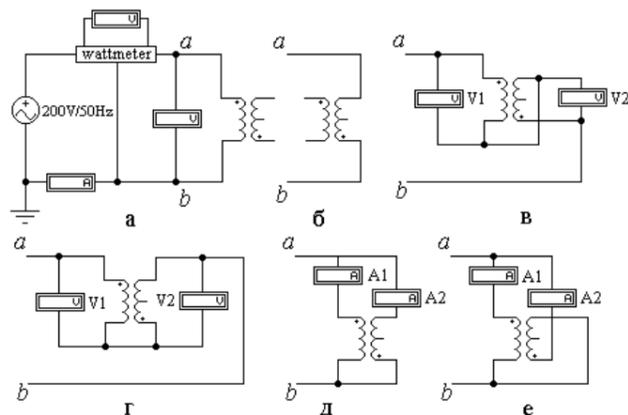

Рис. 4.1
В работе используется электрическая цепь, схема которой показана на рис. 4.1. По ходу работы в схеме изменяется ее правая часть (между точками *a* и *b*). Левая же часть, содержащая источник и приборы, остается неизменной. В их число входит и блок **wattmeter**, который играет роль ваттметра (показания вольтметра, подключенного к его выходным зажимам, в вольтах численно равны активной мощности цепи в ваттах). Напомним, что этот прибор должен работать в режиме **DC**.
В качестве катушек индуктивности используются обмотки линейного трансформатора, параметры которого устанавливаются по указанию преподавателя. Используя показания приборов, с помощью схем рис. 4.1,а и 4.1,б можно определить параметры катушек. А с помощью схем рис. 4.1,в,г и рис. 4.1,д,е – соответственно параметры их
1. Открыть файл **LW4** и извлечь из поля вспомогательных компонентов **Favorites** (у левого края нижней строки меню) подсхему (**Subcircuit**) **wattmeter**. Собрать остальную часть схемы, показанной на рис. 4.1,а. После сборки схемы необходимо сделать два щелчка левой кнопкой мыши, когда курсор находится на изображении катушек индуктивности, после чего щелкнуть левой кнопкой на **Edit** и задать их параметры в соответствии с номером своего варианта согласно табл. 4.1.
2. Определение параметров каждой из катушек по методу амперметра, вольтметра и ваттметра. С помощью схемы рис.4.1,а
можно определить параметры первой катушки. А для определения параметров второй катушки нужно подключить ее выводы к зажимам *ab* левой части схемы вместо выводов первой (рис. 4.1,б). Показания приборов и результаты вычисления параметров внести в табл. 4.2.
6. Исследование цепи с параллельным соединением катушек при встречном (рис. 4.1,д) и согласном (рис. 4.1,е) включении. Показания приборов внести в табл. 4.5.